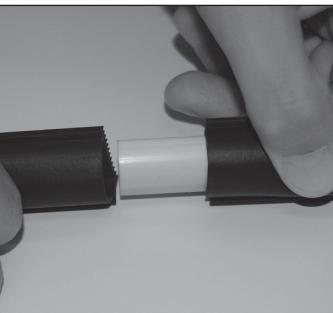

Figura 5
- b. Instalar el conector de plástico suministrado con el Dique de agua en los dos extremos del dique de agua de modo que no haya espacios entre los extremos. **Figura 5 y Figura 5a**